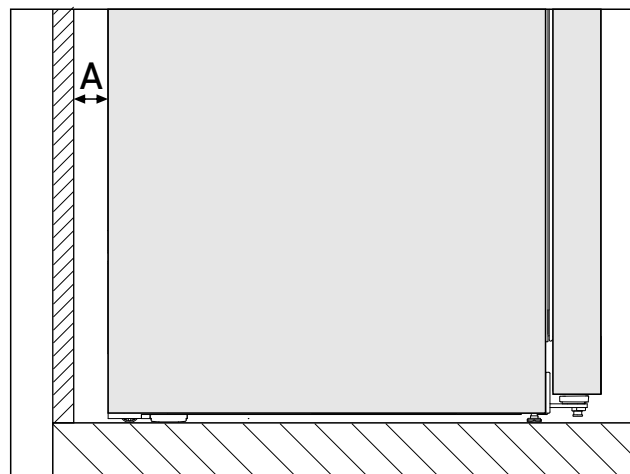

Fig. 3*
Consumul de energie a fost determinat cu o distanță față de pereți Fig. 3 (A) între partea posterioară a aparatului și perete. Dacă distanța față de perete este mai mică de Fig. 3 (A), acest lucru nu prezintă nicio influență asupra capacității de funcționare a aparatului. În cazul unei distanțe față de perete mai reduse, consumul de energie se poate mări nesemnificativ și se poate ajunge la formarea condensului pe perețele posterior al aparatului.*